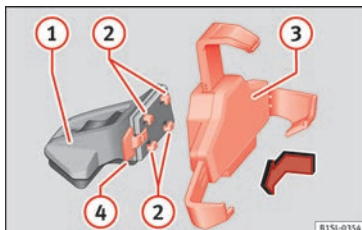

Fig. 134 Ensamblar el soporte universal y el brazo de sujeción.
- Sujete el soporte universal »» **fig. 134** (3) y pulse la tecla de desbloqueo »» **fig. 134** (4).
- Introduzca el soporte universal »» **fig. 134** (3) en los encastres (2) del brazo soporte (1).
- Desplace el soporte universal lateralmente en dirección al bloqueo (4) hasta que encastre de forma audible »» **fig. 134** (4).